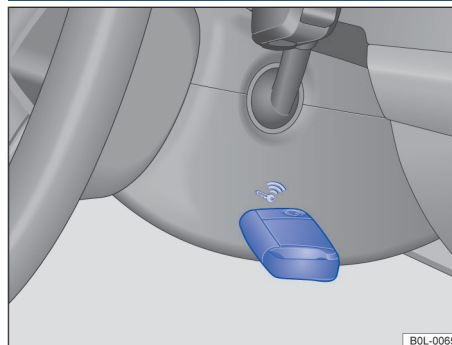

Рисунок 82. Правая сторона рулевой колонки: функция аварийного запуска на автомобилях с бесключевым доступом
- После нажатия кнопки старт/стоп немедленно поместите ключ от автомобиля на правую сторону панели отделки рулевой колонки → Рисунок 82.